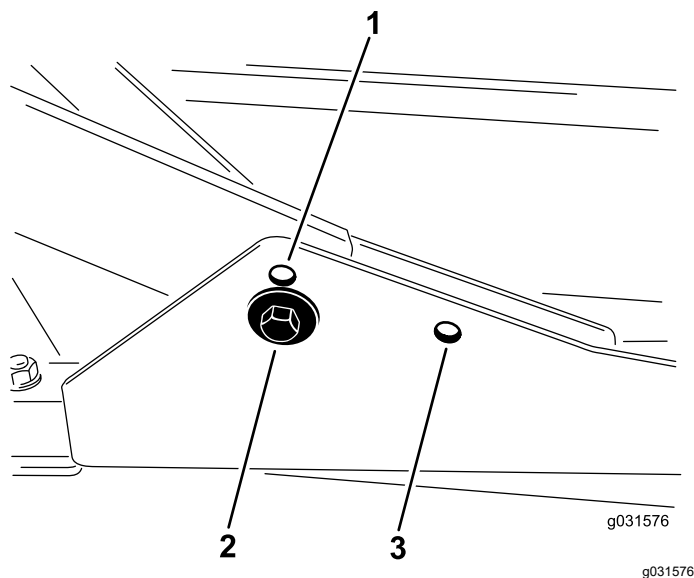

Figura 15
1. Para alturas de corte na gama de 2 a 7,6 cm, monte as estruturas de suporte frontais nos furos de montagem frontais inferiores (Figura 15).
furos de montagem frontais superiores (Figura 15).
Para todas as alturas de corte, monte a plataforma de corte traseira nos furos de montagem traseiros (Figura 15).